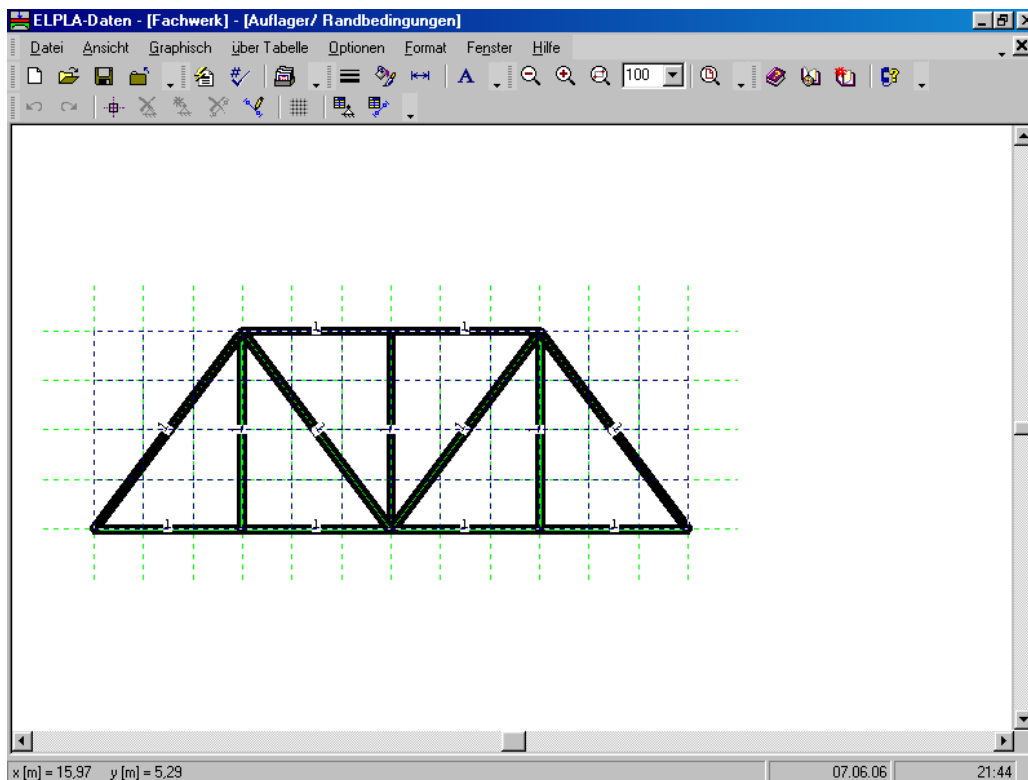
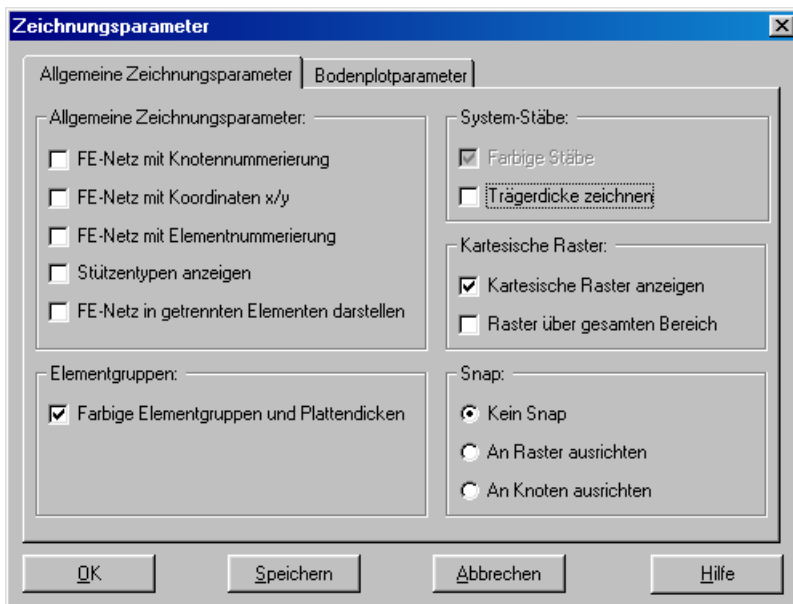

Bild 6-18 Eingebettetes Programm "Auflager/ Randbedingungen"
Bild 6-19 Dialogfeld "Zeichnungsparameter"
- Wählen Sie "Daten der Auflager/ Randbedingungen" aus dem "Daten"-Menü des *ELPLA-Daten*-Fensters. Das folgende eingebettete Programm im Bild 6-18 erscheint
ELPLA kann die Stäbe, Auflager und Lasten in einer Darstellung zusammen anzeigen. Dadurch kann der Benutzer während der Eingabe der Auflager oder Lasten leicht die Standorte von Auflagern oder Lasten in Bezug auf Stäbe definieren. Wie in Bild 6-18 gezeigt, werden die Stäbe mit der tatsächlichen Dicke gezeichnet.
- Wählen Sie den Befehl "Zeichnungsparameter" aus dem Menü "Optionen" (Bild 6-18), das folgende Dialogfeld im Bild 6-19 erscheint